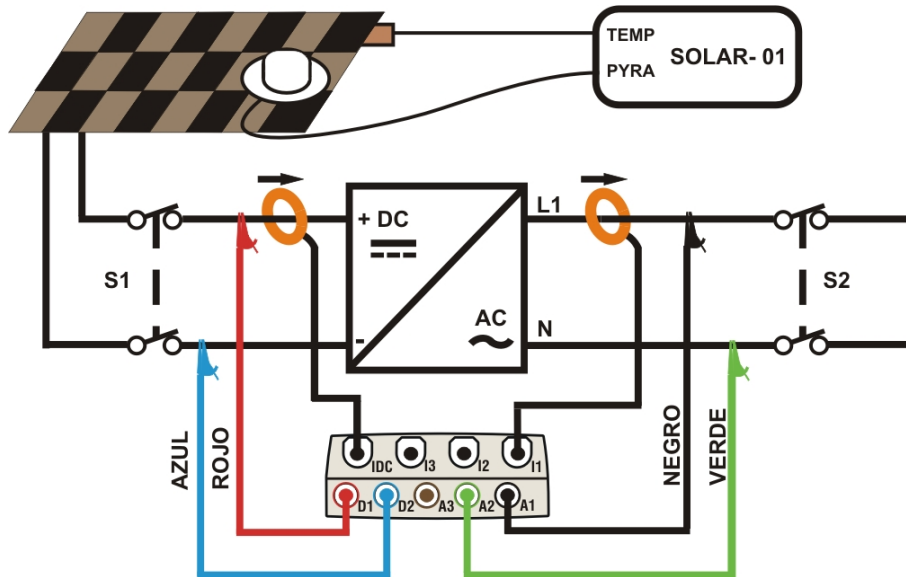

Fig. 214: Conexionado del instrumento en un sistema FV-1 con SOLAR-01
2. Conecte las entradas **D1** y **D2** respectivamente a los polos positivo y negativo de la salida del ramal. Conecte las entradas **A1**, **A2** a los conductores de Fase y Neutro respetando los colores como muestra la Fig. 214
3. Conecte la pinza de corriente CC sobre el conductor positivo en la salida del ramal **respetando el sentido de la flecha** presente sobre la misma pinza como indica la Fig. 214. **Controle la carga de las pilas interne de la pinza**
4. Conecte la pinza CA sobre el conductor de Fase L1 **respetando el sentido de la flecha** presente sobre la misma pinza como indica la Fig. 214. Conecte la salida de la pinza en la entrada **I1** del instrumento.
4. Conecte la pinza de corriente CC sobre el conductor positivo en la salida del ramal **respetando el sentido de la flecha** presente sobre la misma pinza como indica la Fig. 214. **Controle la carga de las pilas interne de la pinza**